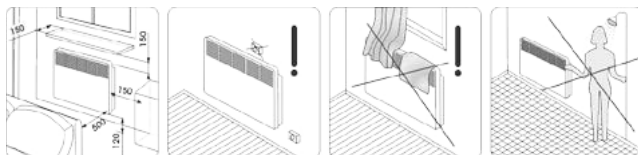

Рис. 4
3. В соответствии с рис. 4 и 5 определите место установки конвектора с соблюдением минимальных расстояний от предметов и минимального расстояния от пола.